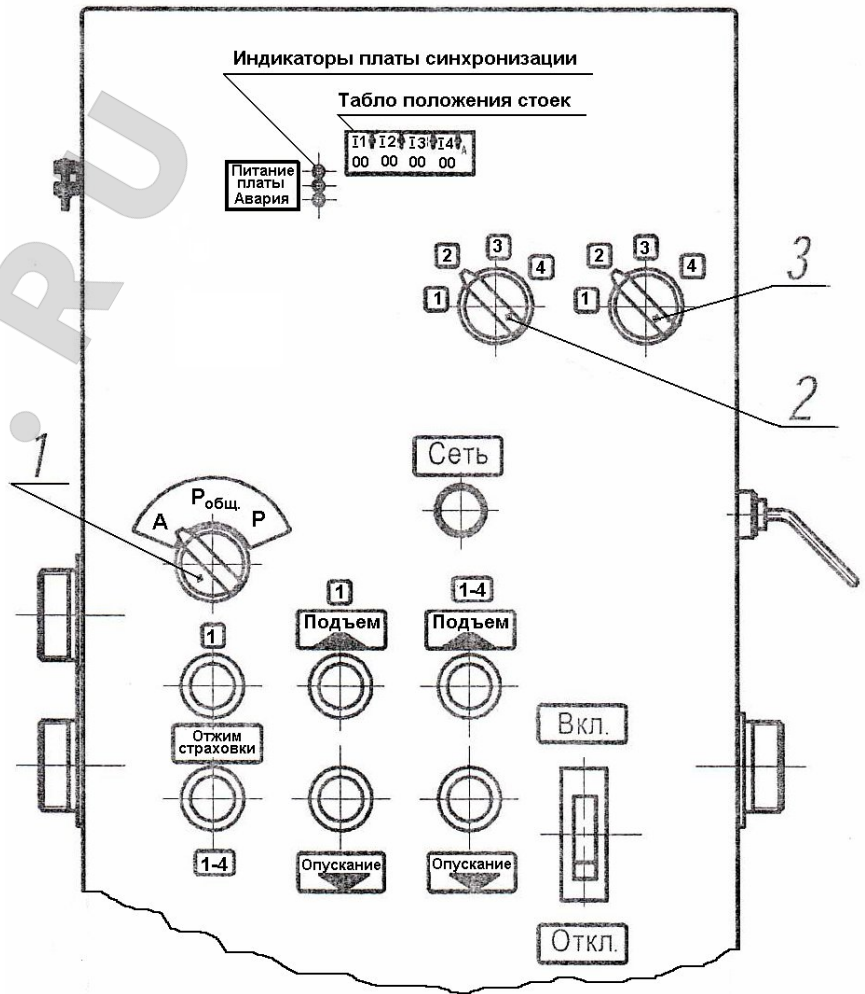

Рис. 10. Общий вид шкафа аппаратного мастер-стойки
6.2.10. Проверить правильность направления вращения электродвигателя насоса (по стрелке на кожухе вентилятора электродвигателя), для чего кратковременно нажать кнопку «ВВЕРХ» на каждой стойке, при этом переключатель поз.1 (см. Рис. 10) должен быть переведен в режим «Р» (ручной), а переключатели пз.2 и поз. 3 должны быть установлены на номере той стойки, которую проверяют. В случае несоответствия произвести перефазировку кабеля подключающего подъемник к электросети. По окончании проверки перевести переключатель поз. 1 в положение «Робщ.» (ручной общий) и проверить работу подъемника в целом.
7.2.2. Включить вводной автоматический выключатель на шкафу аппаратном, при этом должна загореться сигнальная лампа «СЕТЬ». Одновременно загораются сигнальные индикаторы питания платы синхронизации. (см. Рис. 10).
7.2.3. Включить тумблер (поз.1 на Рис.10) управления режимом работы платы синхронизации подъема и опускания кареток, находящийся на дверце шкафа аппаратного, в положение «Робщ.». Кнопкой «ВВЕРХ» подвести подхваты до